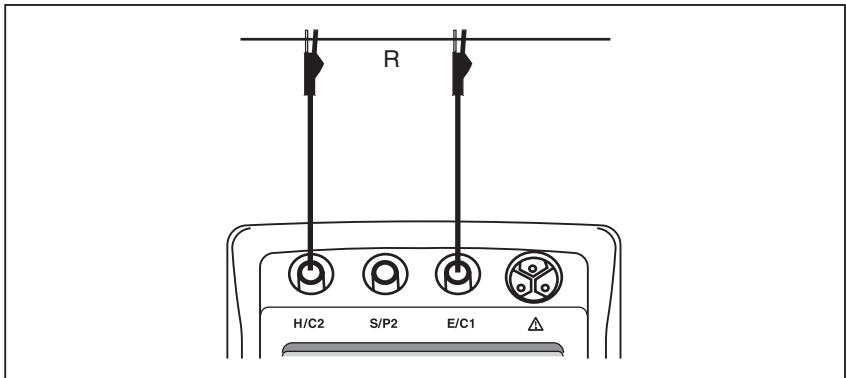

Figure 5. Mesure de résistance en courant alternatif
2. Branchez un cordon de mesure dans le jack H/C2 et un cordon de mesure dans le jack E/C1. Voir Figure 5.
3. Branchez les cordons de mesure à chaque extrémité du conducteur testé. Voir Figure 5.